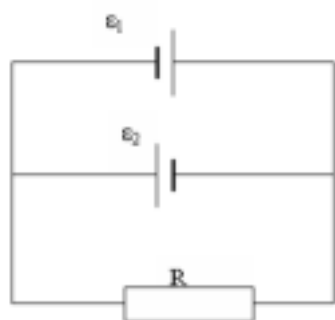

Рис. 17
72. Два источника тока $\varepsilon_1=10$ В с внутренним сопротивлением $r_1=4$ Ом и $\varepsilon_2=6$ В с внутренним сопротивлением $r_2=2$ Ом соединены, как показано на рис.17. Определить силы тока в проводнике и источниках тока. Сопротивление проводника $R=6$ Ом.
73. Две батареи ($\varepsilon_1=10$ В, $r_1=2$ Ом, $\varepsilon_2=24$ В, $r_2=6$ Ом) и проводник сопротивлением $R=16$ Ом соединены, как показано на рис.17. Определить силу тока в батареях и проводнике.